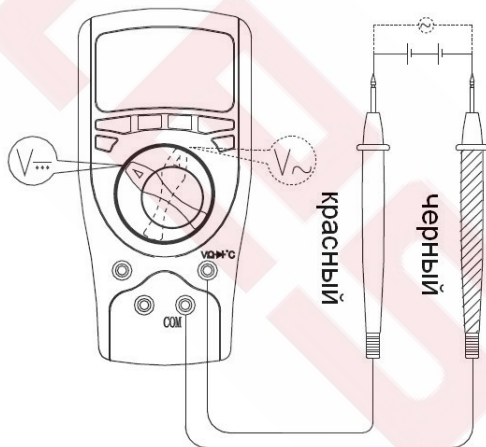

Рисунок 3
**А. Измерение постоянного напряжения** (рисунок 3)** Предупреждение**
**В. Измерение переменного напряжения** (рисунок 3, пунктирные линии)** Предупреждение**